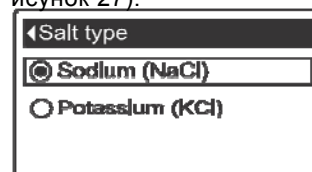

РИС. 27
5. Нажать кнопку ВЫБОР (O) для отображения меню Тип соли (См. Рисунок 27).
6. Если желаемый тип соли уже отмечен черной точкой напротив него (См. Рисунок 27), перейти к Шагу 7. В противном случае, нажать кнопки ВНИЗ (▼) или ВВЕРХ (▲) на умягчителе, чтобы прокрутить до желаемого типа соли, затем нажать кнопку ВЫБРАТЬ (O) чтобы подтвердить его.
7. Нажать кнопку ВЫБРАТЬ (O). Дисплей вернется обратно в меню Установки соли.